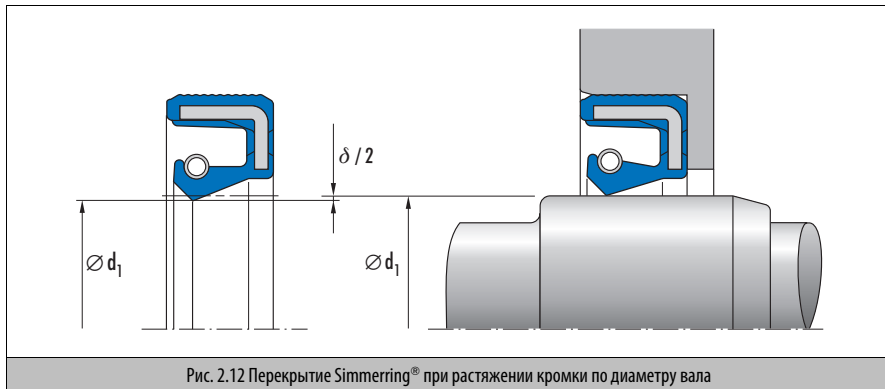

Рис. 2.12 Перекрытие Simmering® при растяжении кромки по диаметру вала
3.4.3 Перекрытие (→ Рис. 2.12)